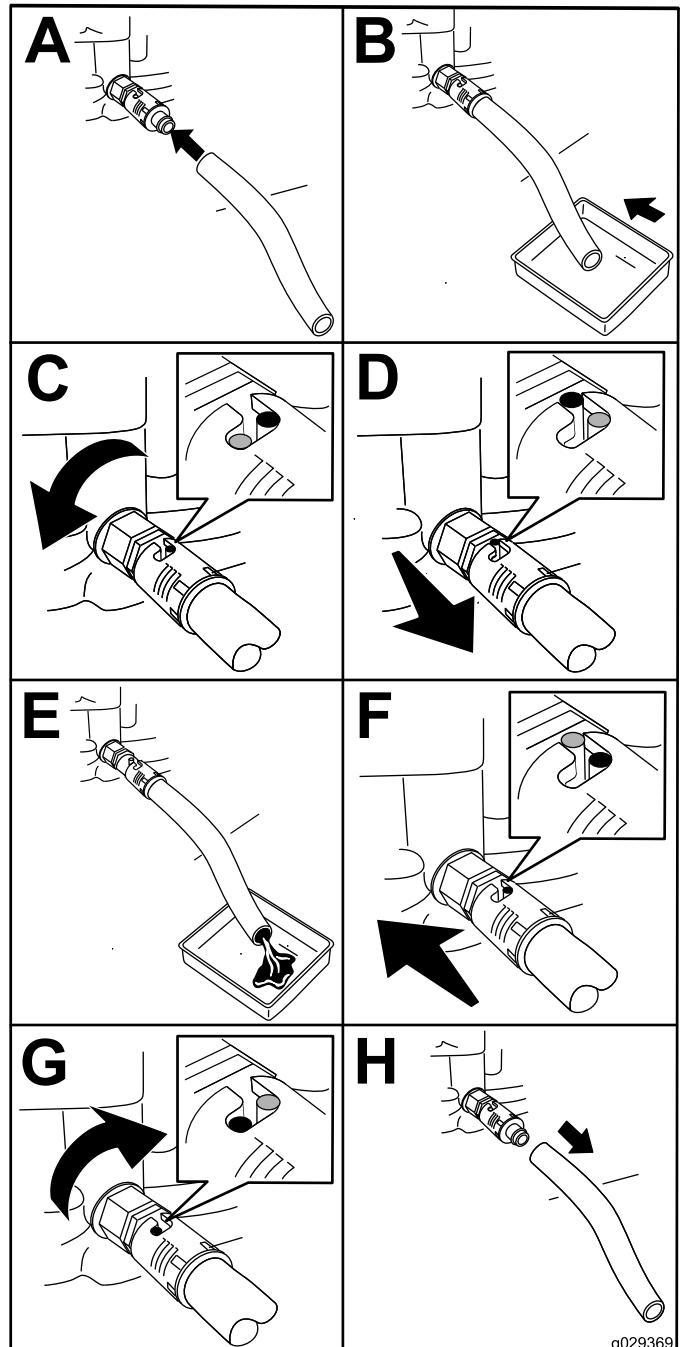

図 30
1. ドレンバルブに、ドレンホースを接続する 図 30。
2. 容量 1リットル程度の廃油受けの中にホースの端 図 30を入れる。
3. ドレンバルブを左に $\frac{1}{4}$ 回転させ、エンジンオイルが完全に抜けるのを待つ 図 30。
4. ドレンバルブを右に $\frac{1}{4}$ 回転させてバルブを閉じる 図 30。
5. ドレンホース 図 30を外し、こぼれたオイルをふき取る。